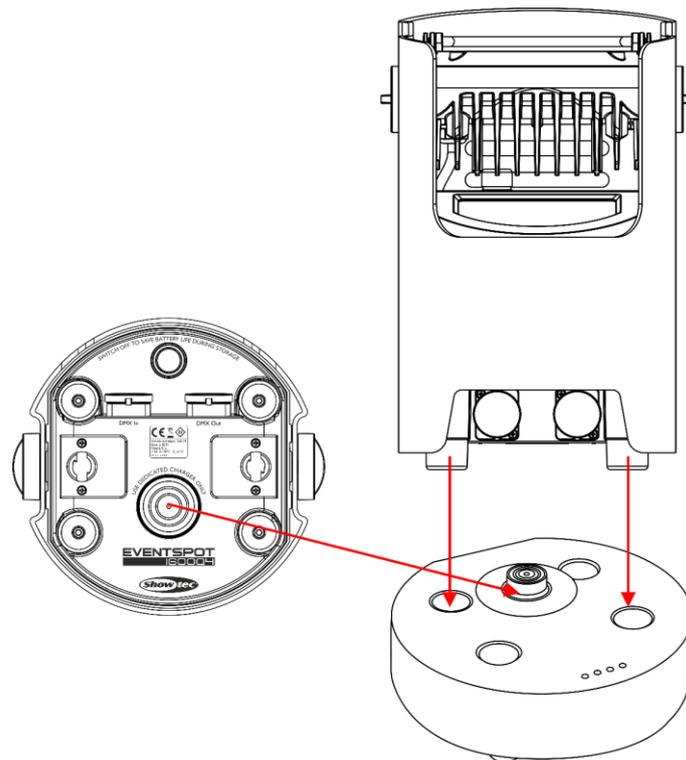

Fig. 04
- 03) Collegare il dispositivo EventSpot al caricatore (fig 04).
- 04) Verificare che l'attacco batteria del dispositivo EventSpot copra la presa del caricatore (fig 04).